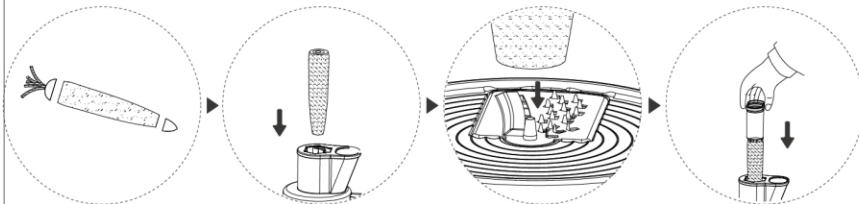

图10-3
- （1）切丝时请先将食材首尾切掉（见图 10-3）；
- （2）将食材的一端固定在刀盘圆柱状利刃上，推料棒压住食材，然后开机（见图 10-3）；